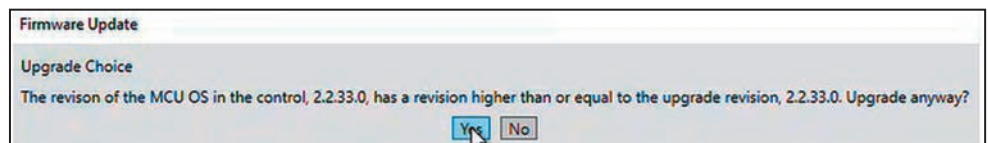

Figura 30. La ventana de diálogo de revisión del SO MCU.
**PASO 9.** Cuando alguno de los componentes de software instalados en el control tenga el mismo número de versión o uno superior al de las versiones que se están descargando, se abrirá un mensaje similar al que se muestra en la ventana de diálogo Upgrade Choice (Elección de Actualización). S&C recomienda hacer clic en el botón **Yes (Si)** a menos que un representante de S&C indique lo contrario. Ver Figura 30.